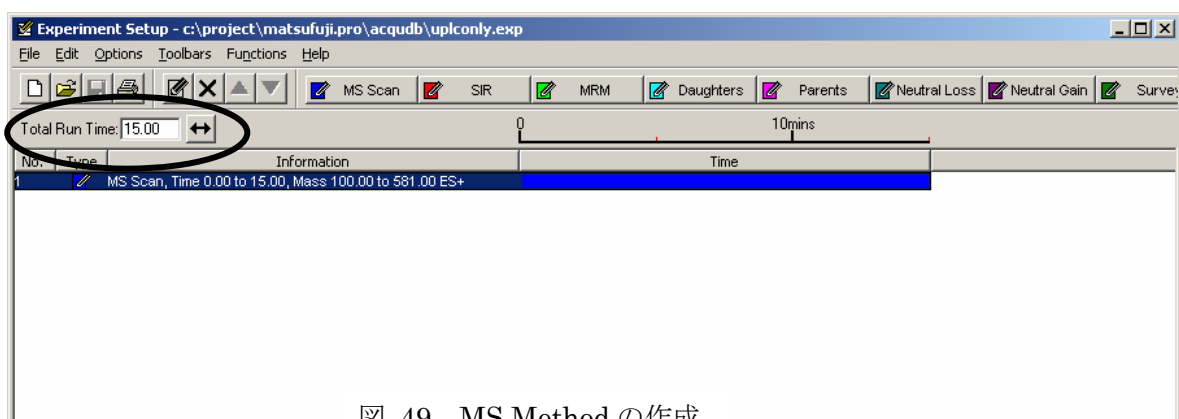

図 49 MS Method の作成
(2) File から New または既存のファイル呼び出す (図 49)。
(3) Total Run Time に UPLC と同じ分析時間を入力する。